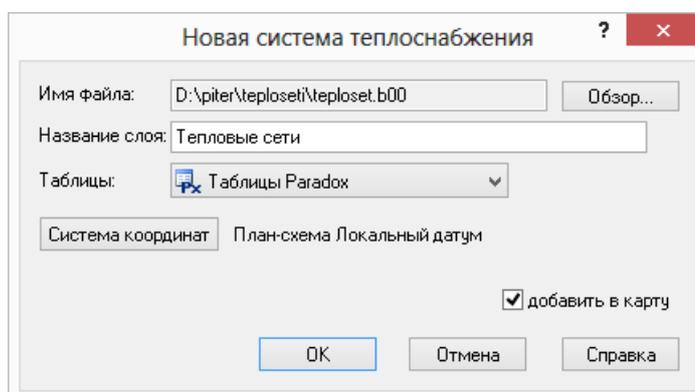

Рисунок 3.9. Окно создания слоя тепловой сети
5. В окне Новая система теплоснабжения (см. Рисунок 3.9, «Окно создания слоя тепловой сети»), в строке *Название слоя* ввести пользовательское имя слоя русскими символами, например **Тепловые сети**.
8. После того как все окна диалога (см. Рисунок 3.9, «Окно создания слоя тепловой сети») заполнены, нажать кнопку ОК.